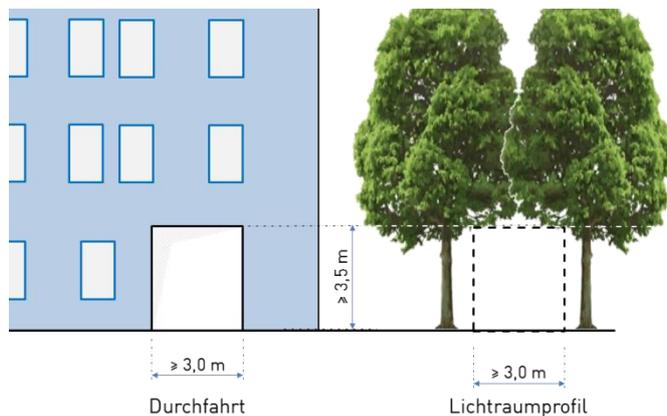

Bild 4 – lichte Höhe
- 2.6 Zu- und Durchfahrten müssen mindestens eine lichte Höhe von 3,5 m haben. Gleiches gilt für das Lichtraumprofil entlang der Zufahrt. Die lichte Höhe ist senkrecht zur Fahrbahn zu messen (Bild 4).